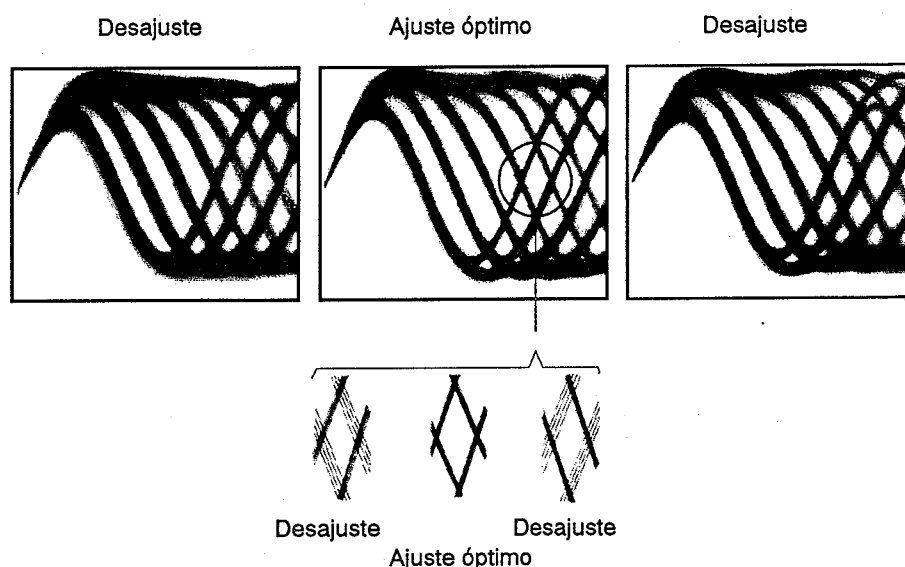

Figura 5 Patrón Óptico
3. A continuación, ajuste el tornillo de ajuste de inclinación tangencial con una llave hexagonal recta (en forma de "L", tamaño: 1,5 mm) hasta que el patrón ocular (la forma de diamante del centro de la señal de RF) pueda verse con la mayor claridad (figura 5).